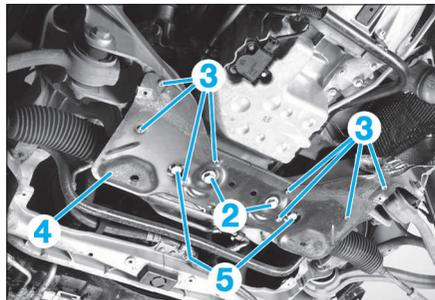

FIG. 8
- les vis (2) et (3) (Fig.8).
- la tôle (4).
- les 2 vis de fixation du boîtier de direction (5).